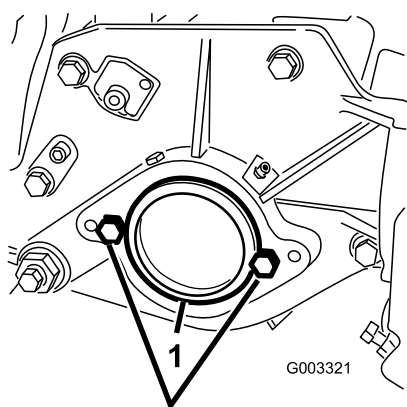

Figura 7
2. Sul lato destro dell'apparato di taglio, togliete il tappo in plastica dall'alloggiamento del cuscinetto (Figura 7).
3. Togliete le 2 viti a testa cilindrica dalla piastra laterale destra (Figura 7).
5. Montate, senza stringere eccessivamente, le 2 viti di montaggio del motore del cilindro sulla piastra laterale sinistra dell'apparato di taglio (Figura 7).